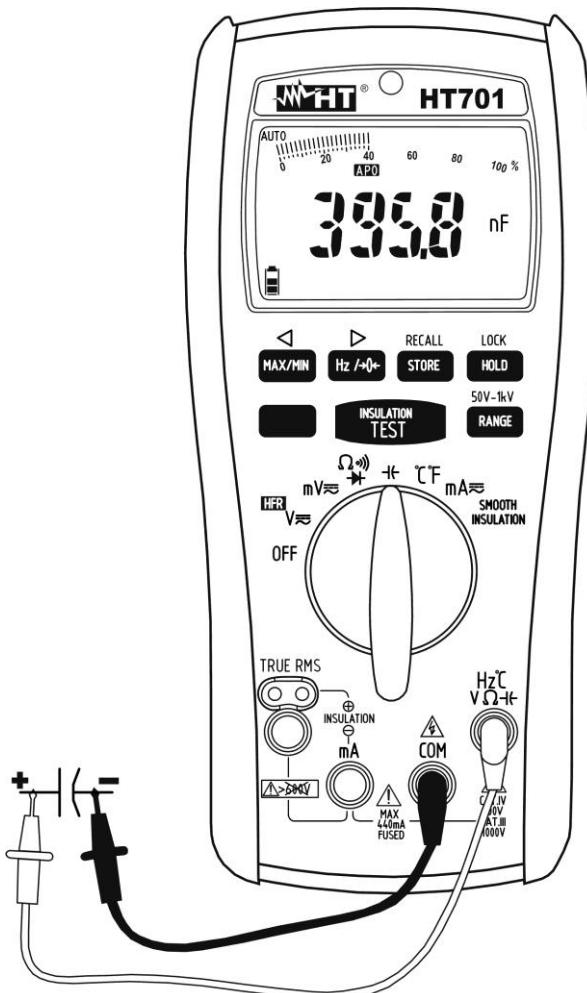

Fig. 8: Uso del instrumento para medida de Capacidades
4. Inserte el cable rojo en el terminal de entrada **Hz°CVΩ-Hz** y el cable negro en el terminal de entrada **COM** (vea Fig. 8)